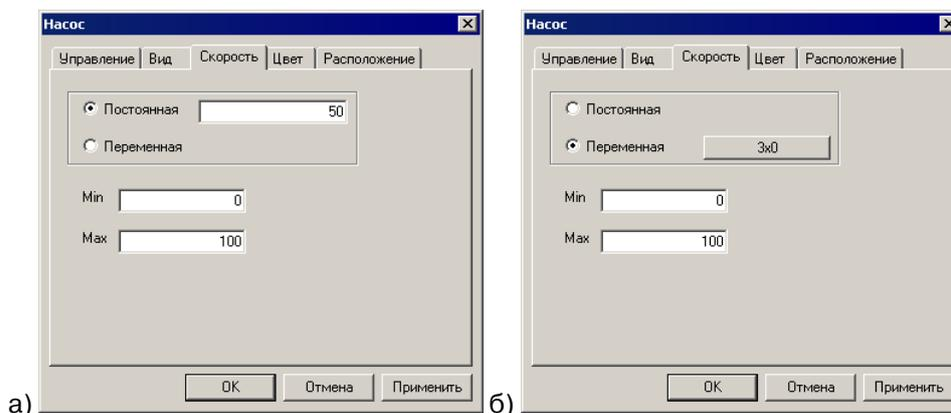
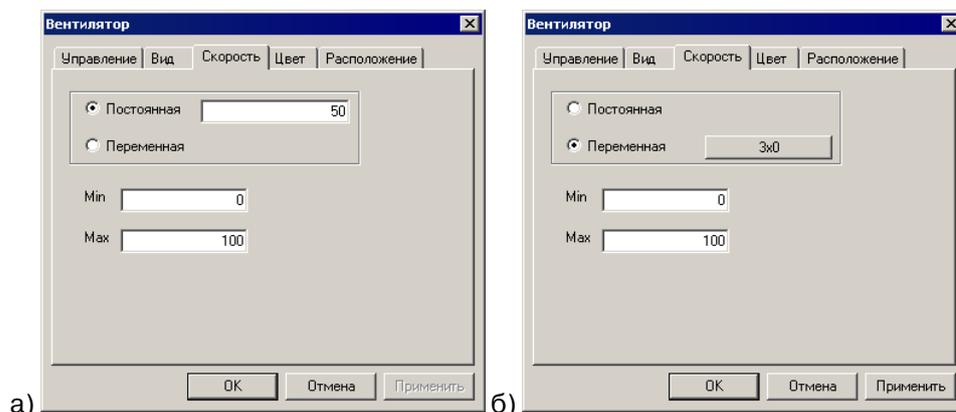

Рисунок 176
Рисунок 180
На вкладке «Скорость» (см. рис. 176) задаются параметры отображения скорости потока, проходящего через клапан (в открытом состоянии).
- отображения постоянной скорости отображаемого потока («Постоянная»); при этом в поле справа от переключателя следует указать условное числовое значение этой скорости (см. рис. 176, а);
- отображения переменной скорости отображаемого потока («Переменная»); при этом справа от переключателя становится доступна кнопка вызова окна (см. рис. 176, б) управления, в котором задается регистр данных, контролирующий высокое или низкое значения отображаемой скорости потока (приемы работы с окном описаны в п. 4.1.7); собственно значения скорости (в условных единицах) задаются в полях «Min» и «Max» (см. рис. 176, б).
На вкладке «Скорость» (см. рис. 180) задаются параметры отображения скорости потока, проходящего через клапан (в открытом состоянии).
- отображения постоянной скорости отображаемого потока («Постоянная»); при этом в поле справа от переключателя следует указать условное числовое значение этой скорости (см. рис. 180, а);
- отображения переменной скорости отображаемого потока («Переменная»); при этом справа от переключателя становится доступна кнопка вызова окна (см. рис. 176, б) управления, в котором задается регистр данных, контролирурующий высокое или низкое значения отображаемой скорости потока (приемы работы с окном описаны в п. 4.1.7); собственно значения скорости (в условных единицах) задаются в полях «Min» и «Max» (см. рис. 180, б).